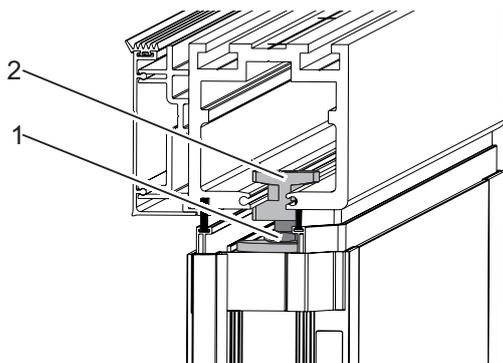

Fig. 16: Blocage du support d'élément fixe
- Visser légèrement les vis de serrage (Fig. 16/1) sur les supports d'élément fixe (Fig. 16/2) jusqu'à ce que le support soit bloqué.